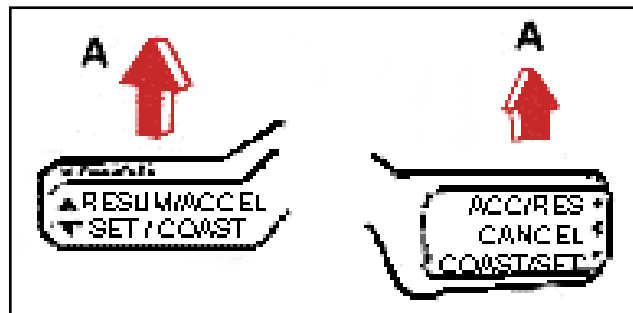

Figura 2.8 Dispositivo para retomar la velocidad
sistema de control automático de velocidad ya sea mediante la palanca de control de velocidad o al darse alguna de las cinco condiciones arriba mencionadas, es posible volver a la velocidad fijada previamente colocando la palanca de control de velocidad en la posición RESUME/ACCEL (A) figura 2.8. Sin embargo, si se da cualquiera de las siguientes condiciones, el vehículo no retorna a la velocidad previa, aunque se coloque la palanca en esta posición. En estos casos, es necesario repetir todos los pasos indicados para el ajuste de la velocidad.